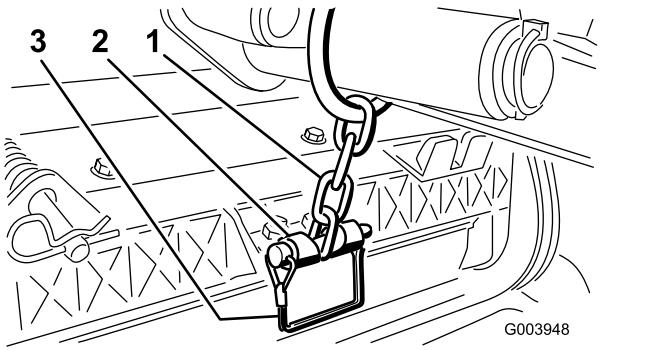

Figura 13
12. Prenda corrente do braço de elevação ao suporte da corrente com o pino de encaixe (Figura 13). Utilize o número de elos da corrente conforme descrito no *Manual do utilizador* da unidade de corte.